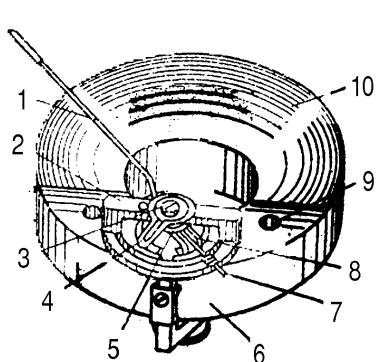
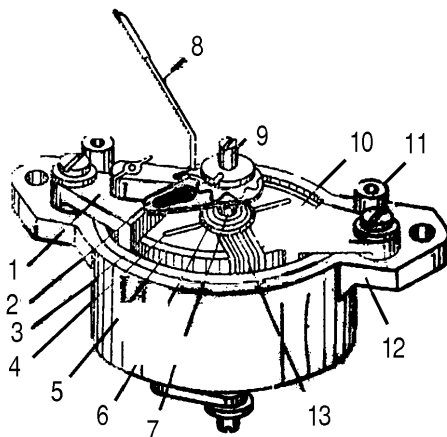

рис.1
рис.2
Такой комбинированный прибор состоит из измерительного механизма, набора дополнительных резисторов, шунтов, переключателя диапазонов измерений, коммутирующих цепей, выпрямителя, которые находятся в одном корпусе. Самым сложным узлом у таких приборов является измерительный механизм постоянного тока. Чувствительность его в пределах от 10 мкА до 1 мА. Конструкции таких узлов показаны на **рис.1** (1 - стрелка, 2 - обойма, 3 - винт подпятника, 4 - рычаг корректора, 5 - спиральная пружина, 6 - магнитопровод, 7 - противовес, 8 - рамка, 9 - отверстие крепления, 10 - магнит), **рис.2** (1 - обойма, 2 - рычаг корректора, 3 - кольцевой магнитопровод, 4 - противовес, 5 - полюсная накладка, 6 - спиральная пружина, 7 - букса, 8 - стрелка, 9 - винт подпятника, 10 - внутрирамочный магнит, 11 - приливы для крепления шкалы, 12 - силуминовая обливка магнитопровода, 13 - рамка), **рис.3** (1 - амортизационная пружина, 2 - рычаг корректора, 3 - внутрирамочный магнит, 4 - пружины-вилки, 5 - держатели растяжек, 6 - стрелка, 7 - противовес, 8 - рамка, 9 - кольцевой магнитопровод, 10 - полюсные накладки, 11 - растяжка). Для расширения диапазона измерений применяются так называемые магазины шунтов, добавочных резисторов. Для измерения переменного напряжения и тока применяются различные выпрямители. А для измерения сопротивления постоянному току проверяемых цепей используются дополнительный источник постоянного тока (как правило, это батарейка) и дополнительные резисторы, включенные по необходимой схеме.
На рис.1 показан измерительный механизм с внешним постоянным магнитом (6) и измерительной рамкой на кернах (8), к которой прикреплена указательная стрелка (1). Рамка сбаластирована в начальное положение (нулевое) с помощью двух (сверху и
В воздушном зазоре внутреннего цилиндрического магнита из магнитотвердого материала и внешним кольцом из магнитомягкого материала образуется практически равномерное магнитное поле. Рамка, которая помещена в этот зазор, обычно изготавливается из медного изолированного провода диаметром 0,02...0,5 мм. Этот провод намотан на легкий алюминиевый каркас прямоугольной формы. Выводы рамки прикреплены к полюсам, которые вращаются в подпятниках. Один подпятник изолирован от корпуса измерительного механизма, а второй нет. Таким образом, если пропустить через рамку ток с напряжением определенной полярности, то рамка отклонится на какой-то угол. Чем больше ток, тем больше угол отклонения. Если через рамку пропустить ток обратной полярности, то стрелка отклонится в обратную сторону. На рис.2 показан измерительный механизм только с внутрирамочным постоянным магнитом на кернах.